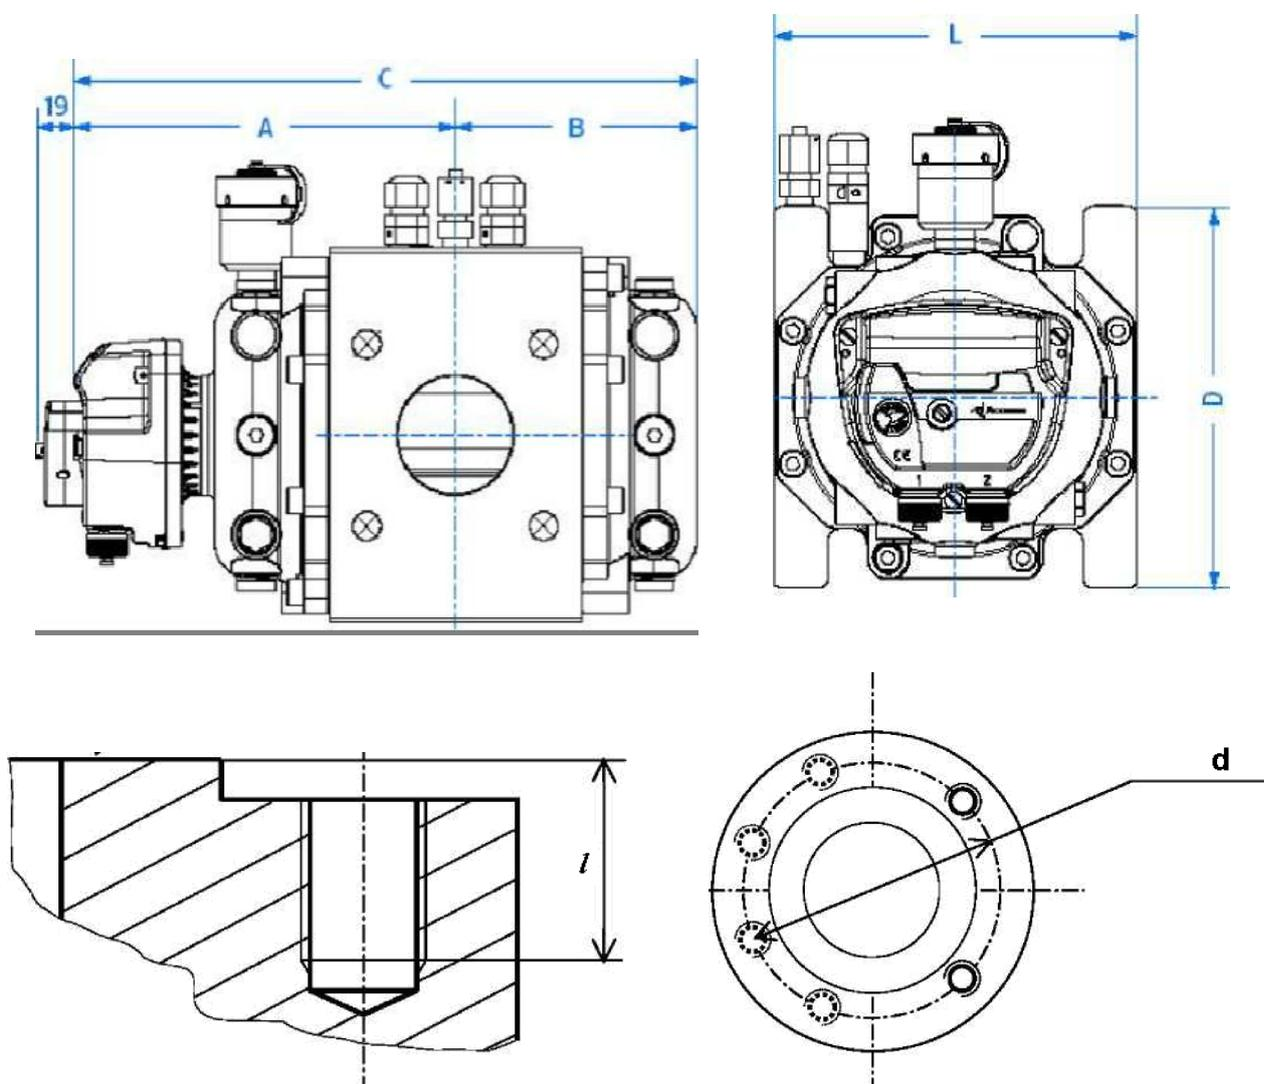

Рисунок 1 Габаритные и присоединительные размеры счетчиков
2.4.11 Габаритные, присоединительные размеры, вес счетчиков не должны превышать значений, указанных на рис. 1 .